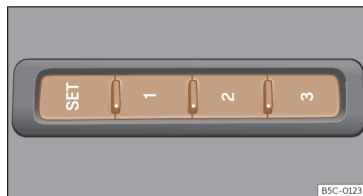

Fig. 89 No lado exterior do banco do condutor: botões de memória.
- Pressione o botão **SET** durante mais de 1 segundo >>> **Fig. 89**.